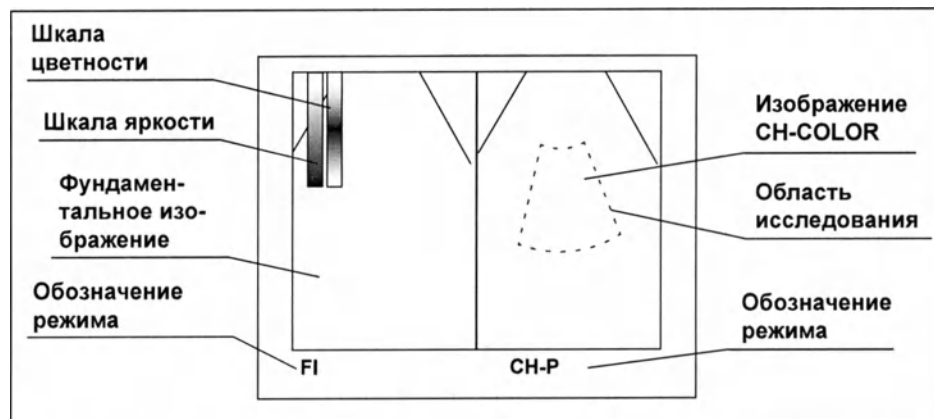

Рисунок 7.211
Дисплей исследования примет вид, показанный на рис. 7.211.
- На рис. 7.211 показан режим отображения в двух окнах.